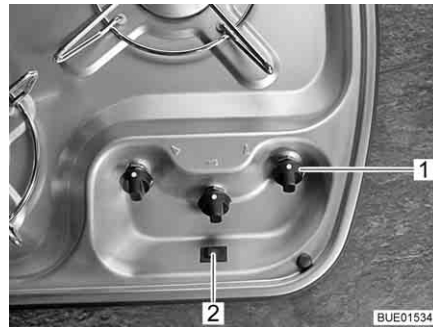

Fig. 211 Elementos de comando para fogão a gás
- Rode o regulador rotativo (Fig. 211,1) do bico que pretende acender para a posição de ignição (chama grande).
- Prima o botão de ignição (Fig. 211,2). No queimador são geradas faíscas para a ignição.